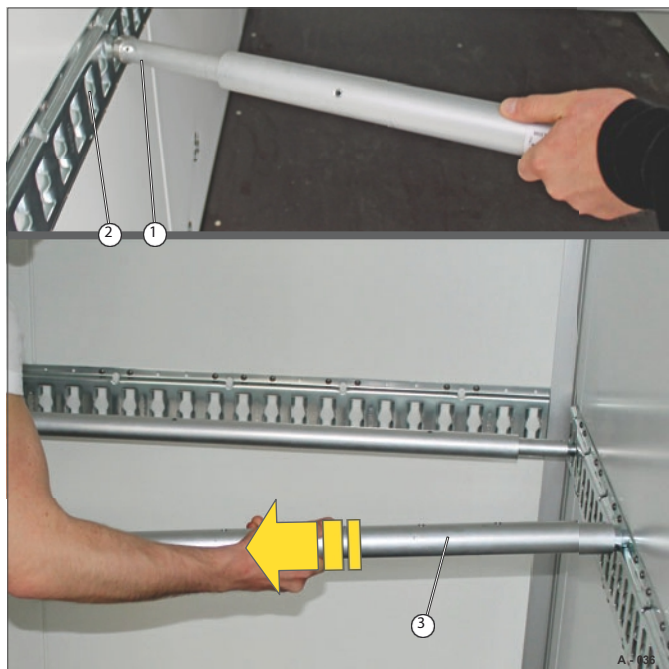

Fig. 36 Posicionamento da barra de bloqueio
- Introduzir a cavilha de extremidade da peça terminal telescópica (Fig. 36/1) na calha de amarração (Fig. 36/2).
- Pressionar a barra de bloqueio (Fig. 36/3).